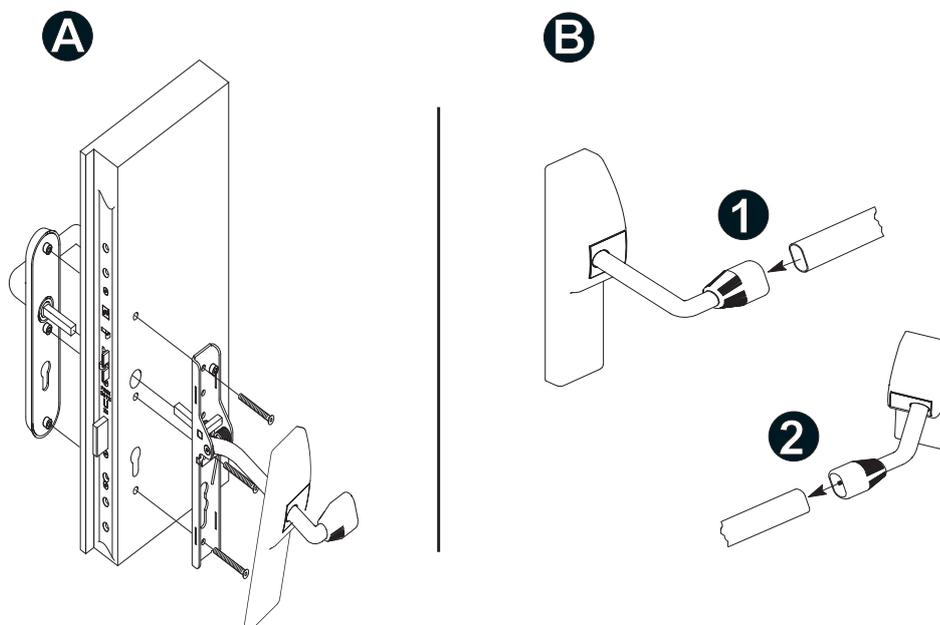

Abb. 8: Montage Schlossseite - Griffstange einbauen
Montage Schwenkarm Schlossseite Abb. 8 – A
2. Schieben Sie die Griffstange in das Verbindungsstück des auf der Schlossseite montierten Schwenkhebels (Abb. 8 – B).